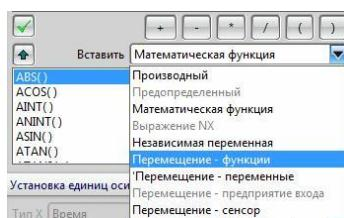

Рис.108
- Затем в том же диалоговом окне, в поле *Вставить* выберем опцию **Перемещение – функции** (рис.108).